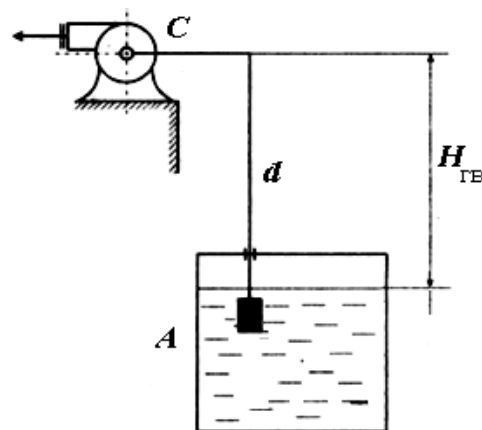

Рис.17
32. Центробежный насос С (рис. 17) с объёмной производительностью $Q = 60 \text{ л/с}$ ($216 \text{ м}^3/\text{ч}$) берет воду из открытой емкости А по водопроводу диаметром $d = 25 \text{ см}$ и длиной 12 м. Коэффициенты потерь напора в приемном клапане с сеткой $\xi = 8$; в коленах (на поворотах трубы) $\xi = 0,25$. Определить максимальную высоту установки насоса (положения оси насоса) по отношению к уровню свободной поверхности воды (I-I), то есть реальную геометрическую высоту всасывания насоса ($H_{г.в.}$), если номинальная высота всасывания (допускаемое вакуумирование) насоса составляет $h_{\text{вак}} = 6 \text{ м}$. Стенки трубопровода считать гидравлически гладкими.